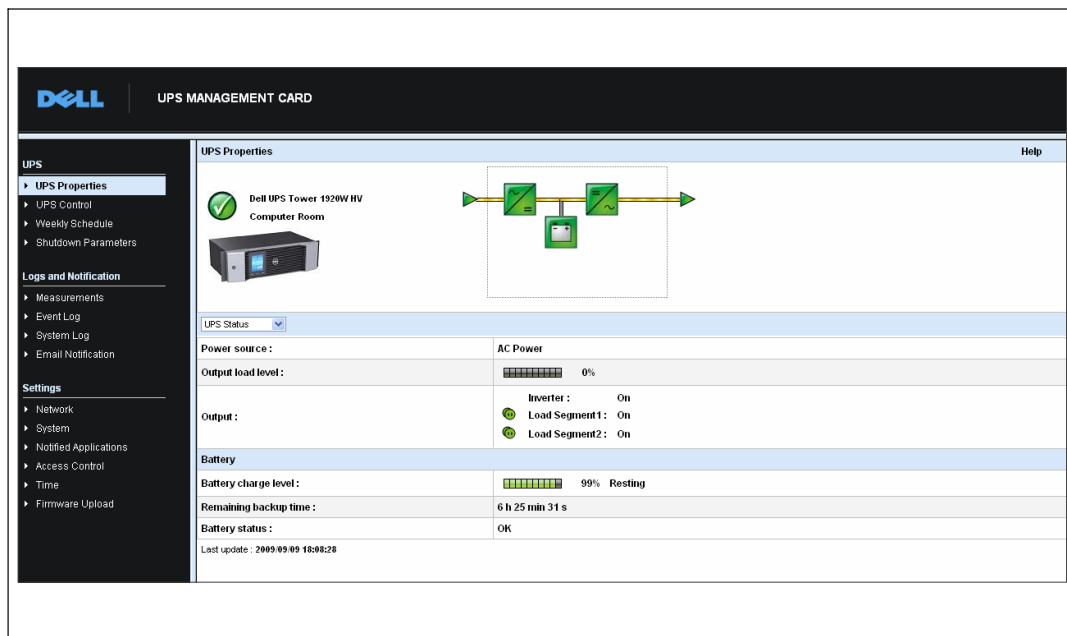

Figura 12. Página de inicio
2. Introduzca la dirección **https://IP de la tarjeta** (IPv4 ó IPv6) en la barra de direcciones. Se muestra la página de inicio (consulte la Figura 12).